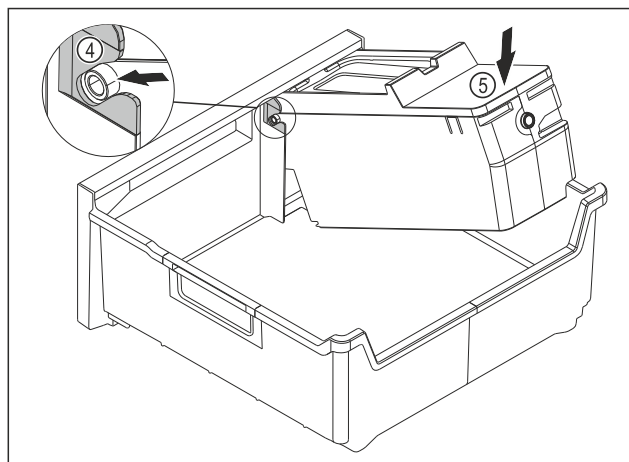

Fig. 80
- EasyTwist-Ice-Korpus montieren: Achsen des EasyTwist-Ice-Korpus in die Führungen Fig. 80 (4) einschieben.
- EasyTwist-Ice-Korpus Fig. 80 (5) hinten nach unten drücken.